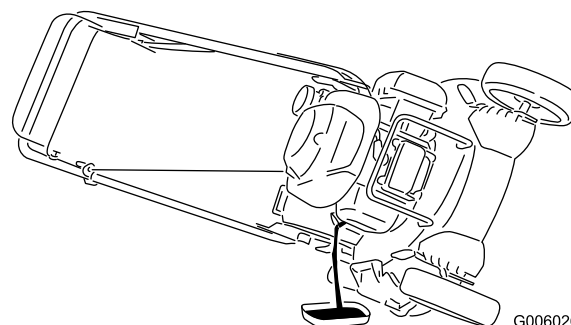

Bild 37
3. Kippen Sie den Rasenmäher zur Seite, der Einfüllstutzen zeigt nach unten, um das Altöl über den Einfüllstutzen in eine Wanne abzulassen (Bild 37).